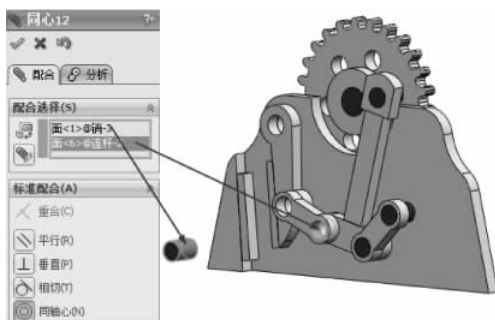

图 3-159 同轴心配合
(22) 选择【标准配合】选项组下的【同轴心】配合类型 ,在【要配合的实体】选择框  中选择如图 3-159 所示的面,其他保持默认,单击【确定】按钮 ,完成同轴心配合。